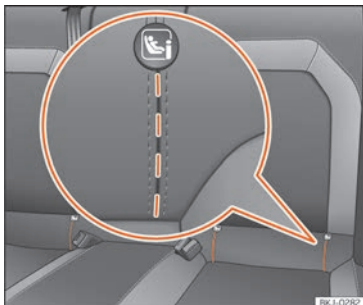

Fig. 37 Seient del darrere: ranures encunyades per accedir a les anelles de subjecció ISOFIX/iSize.
La ubicació dels punts d'ancoratge ISOFIX o i-Size s'indica amb un símbol »» fig. 37. En alguns vehicles, les anelles van fixades a la carrossa del seient i en altres al terra posterior.
- Procediu prèviament a l'obertura manual de l'encunyat situat darrere de les ranures marcadades per accedir a les argolles de subjecció »» fig. 37.